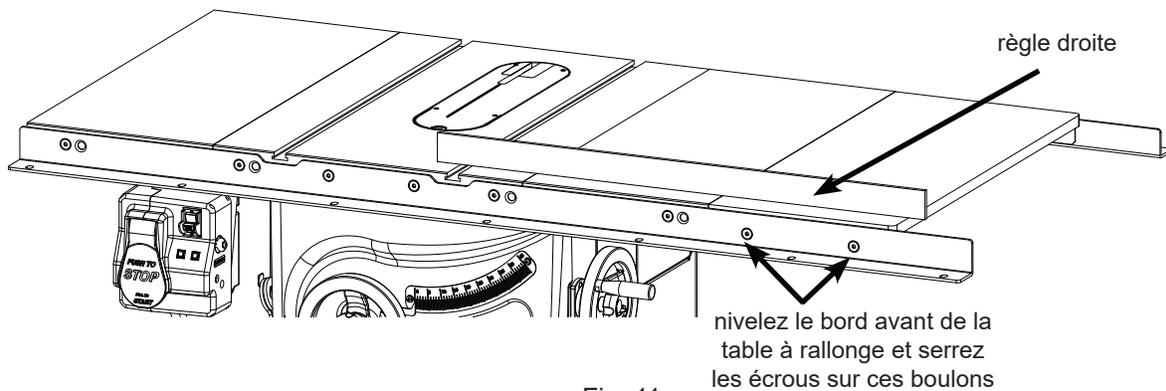

Fig. 11
11. Assurez-vous que la table à rallonge est affleurée contre la rallonge droite et qu'il n'y a pas d'écart entre elles. Ensuite, utilisez une règle droite pour niveler le bord avant de la table à rallonge au dessus de la table en fonte d'acier (voir fig. 11). Vous devrez peut-être tirer ou pousser sur le bord extérieur de la table à rallonge pour la mettre à niveau. Une fois que le bord avant de la table à rallonge est de niveau, utilisez une clé hexagonale de 5 mm et une clé de 13 mm pour serrer à fond les écrous des boulons qui fixent la table à rallonge au rail avant. Répétez cette procédure pour niveler le bord arrière de la table à rallonge avec le dessus de la table en fonte d'acier.